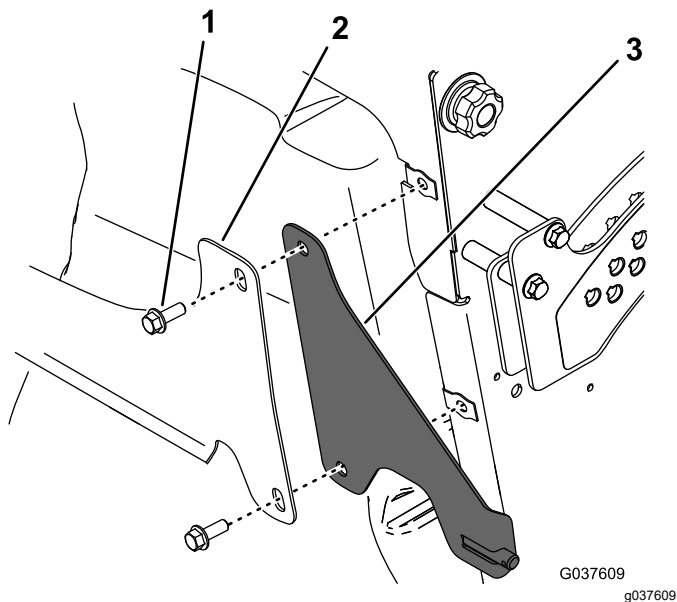

**Figure 16**
4. Fixez le cadre du système de ramassage au support de montage avant à l'aide d'un boulon de carrosserie ( $\frac{3}{8}$ " x 1") et d'un écrou ( $\frac{3}{8}$ " ), comme montré à la Figure 16.